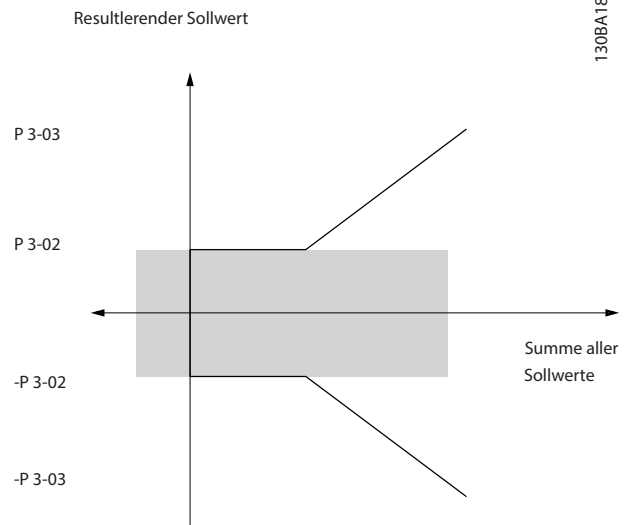

Abbildung 2.14 Die Summe aller Sollwerte, wenn Sie den Sollwertbereich auf 0 setzen
*Parameter 3-00 Sollwertbereich*, *Parameter 3-02 Minimaler Sollwert* und *Parameter 3-03 Maximaler Sollwert* definieren zusammen den zulässigen Bereich der Summe aller Sollwerte. Die Summe aller Sollwerte wird bei Bedarf begrenzt. Die Beziehung zwischen dem resultierenden Sollwert (nach der Befestigung) und der Summe aller Sollwerte wird in *Abbildung 2.14* und *Abbildung 2.15* gezeigt.